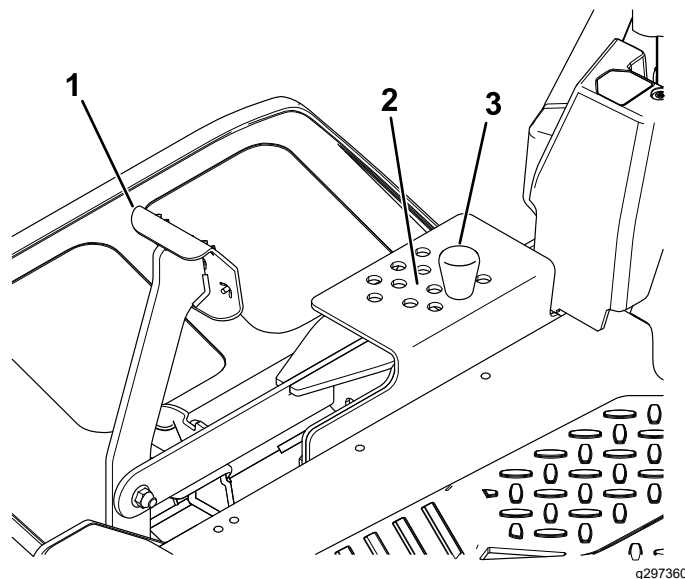

Bild 36
2. Entfernen Sie den Splint zum Einstellen der Schnitthöhe aus der Schnitthöhenhalterung (Bild 36).
3. Wählen Sie ein Loch in der Schnitthöhenhalterung, das der gewünschten Schnitthöhe entspricht, und stecken Sie den Stift wieder ein (Bild 36).